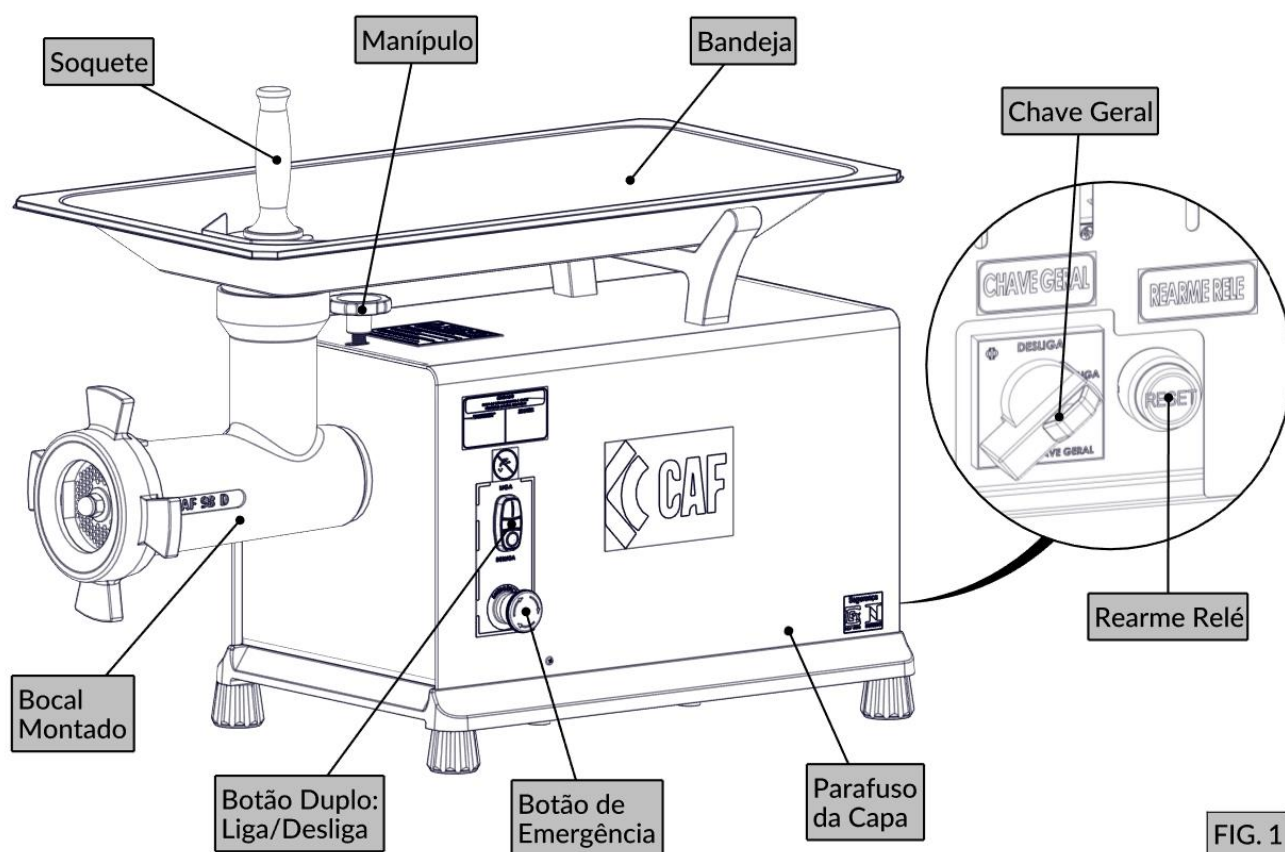

FIG. 1
3. Verifique se o botão de emergência está destravado (FIG. 1);
4. Aperte o botão liga/desliga (FIG. 1).
1. Com a máquina devidamente montada, higienizada e energizada, verifique se o manípulo (FIG. 1) está apertado, para evitar que o bocal se solte durante a aplicação;
2. Coloque a carne a ser processada na bandeja (FIG. 1) em pedaços cortados com tamanho máximo de 55x55mm;
3. Aperte o botão liga/desliga (FIG. 1) para realizar o acionamento da máquina;
4. Com a ajuda do soquete (FIG. 1) empurre a carne para que seja completamente processada;